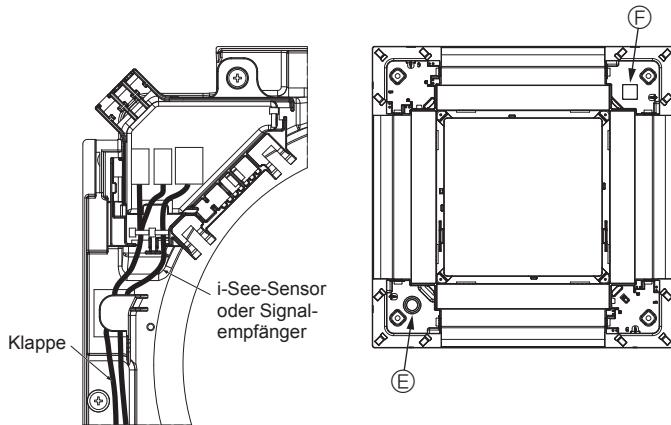

Fig. 5-14
- Das i-See-Sensorkabel und das Signalempfängerkabel wie in Fig. 5-14 dargestellt verlegen.